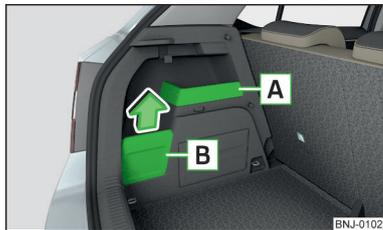

Abb. 90
- Das am Haken aufgehängte Gepäckstück, falls möglich, in das Ablagefach **B** » Abb. 90 auf Seite 89 einlegen, anderenfalls besteht die Beschädigungsgefahr der Ablagefachabdeckung.
- Wird am Haken ein Gepäckstück mit einem Gewicht von mehr als 2,5 kg aufgehängt, dann empfehlen wir, die Ablagefachabdeckung **B** » Abb. 90 auf Seite 89 abzunehmen, anderenfalls besteht die Beschädigungsgefahr der Ablagefachabdeckung.
Ablagefächer » Abb. 90
» Die Abdeckung des Ablagefachs **B** in Pfeilrichtung abnehmen » Abb. 90.
Das Ablagefach **A** » Abb. 90 ist zum Ablegen von kleinen Gegenständen bis zu einem Gesamtgewicht von 1,5 kg geeignet.